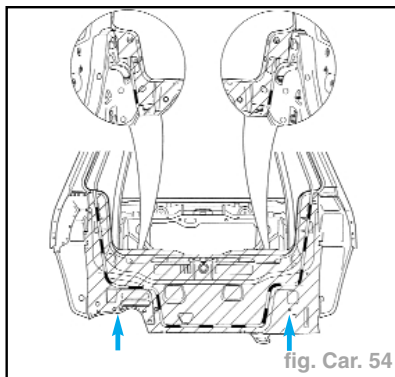

fig. Car. 54
- Découper les rivets filetés (flèches) (fig. Car. 54).